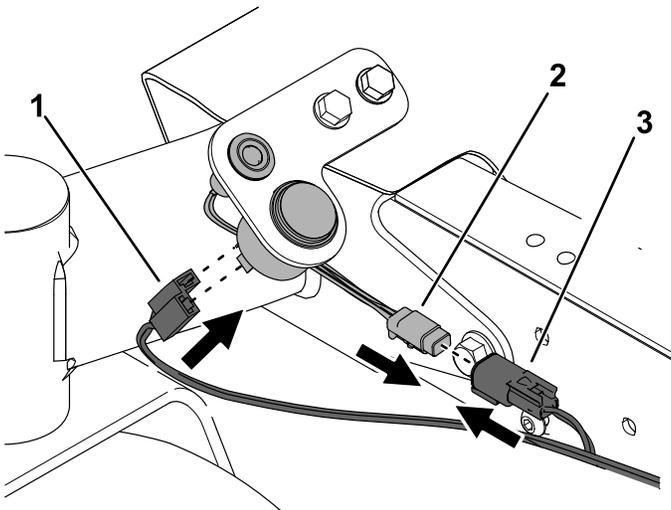

Figura 14
2. Conecte el conector de la luz a la luz y el conector de la alarma a la alarma (Figura 14).